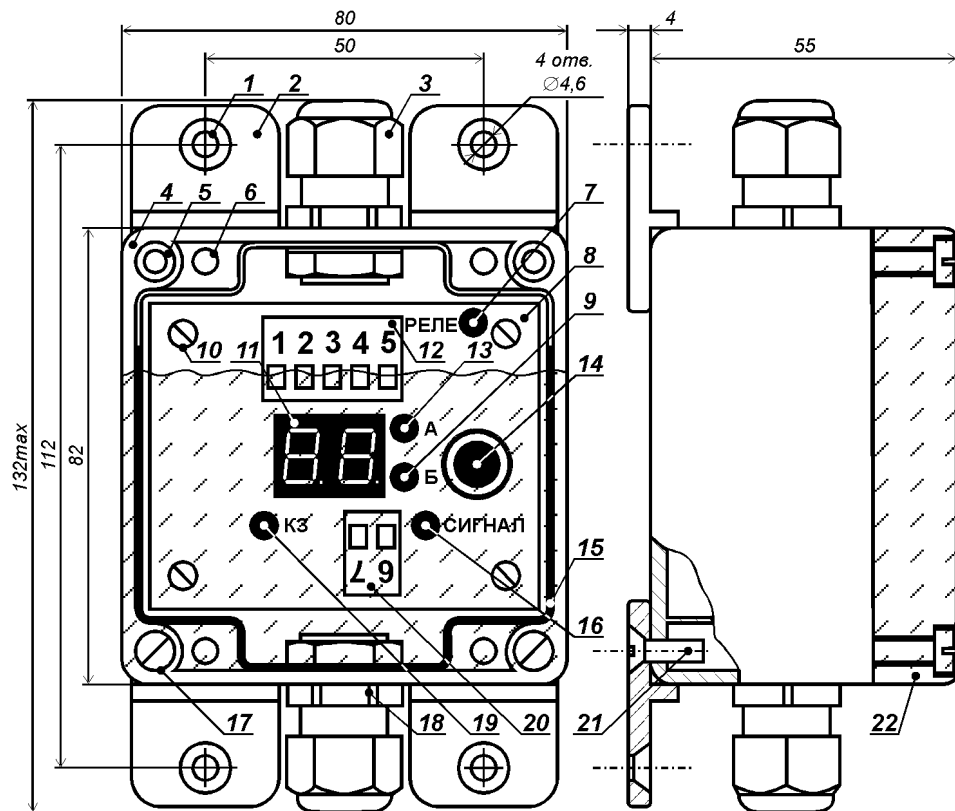
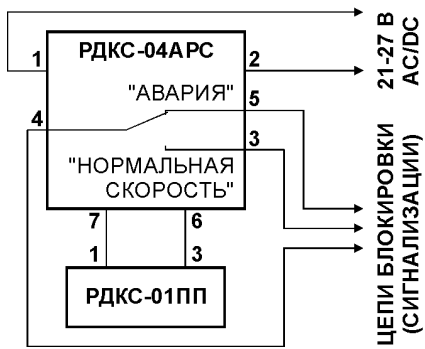

Рис. 2. Конструкция реле скорости РДКС-04АРС.
Рис. 9. Схема соединений составных частей УКС и назначение внешних клемм.
Конструкция реле скорости РДКС-04АРС (далее именуемого «РС») показана на рис. 2. Устройство размещено в пластмассовом корпусе [поз. 4], который закрыт прозрачной крышкой [поз. 22] через уплотнитель [поз. 15] четырьмя винтами [поз. 17]. Винты вворачиваются в резьбовые втулки [поз. 5], запрессованные в стенках корпуса.
- светодиод: «Реле» [поз. 7], показывающий состояние выходных контактов РС. Светодиод горит, когда контакты находятся в положении «Нормальная скорость» (рис. 9).
Схема подключения УКС изображена на рис. 9.
После подачи питания и до нажатия на энкодер [поз. 14 на рис. 2] РС находится в режиме «Работа». Светодиод «А» [поз. 13 на рис. 2] горит, если скорость механизма выше номинальной, а светодиод «Б» [поз. 9 на рис. 2] – если ниже. Цифровое табло [поз. 11 на рис. 2] показывает процент отклонения текущей скорости механизма от номинальной. Если отклонение превысило заданный порог и это превышения длится дольше заданной задержки, то контакты выходного реле РС переходят в положение «Авария» (рис. 9). При изменении скорости на 50 % и более задержка отсутствует. Цифровое табло отображает зафиксированный процент изменения скорости: если скорость в момент отключения была выше номинальной, то горит светодиод «А», а если ниже – то светодиод «Б». В случае принудительного (минуя контакты РС) пуска механизма, когда его скорость войдёт в допустимый диапазон и пройдёт заданное время задержки, контакты реле вернуться в положение «Нормальная скорость» (рис. 9).
В режиме «Автонастройка» РС запоминает текущую скорость объекта, в дальнейшем принимая её за номинальную (за 100%). Контакты реле переходят в положение «Нормальная скорость» (рис. 9) и одновременно мигают светодиоды «А» и «Б».
4. Если при подаче напряжения на РС загорается светодиод «КЗ» [поз. 19 на рис. 2], то следует проверить правильность выполнения п. 1 или устранить короткое замыкание в линии связи между ПП и РС.